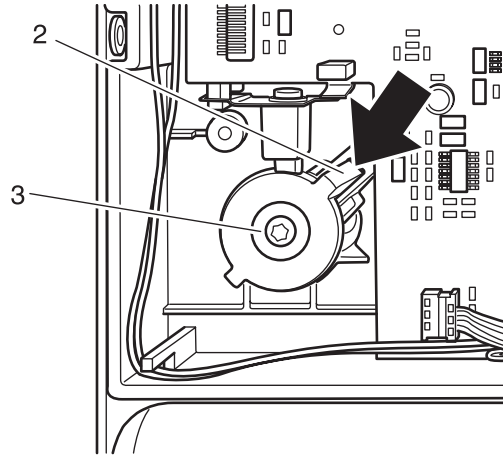

Fig. 21a
- Mit einem Schraubendreher auf die obere Nase des Deckels 2 drücken, danach das Druckstück 3 und den Deckel 2 herausnehmen (Fig. 21a).